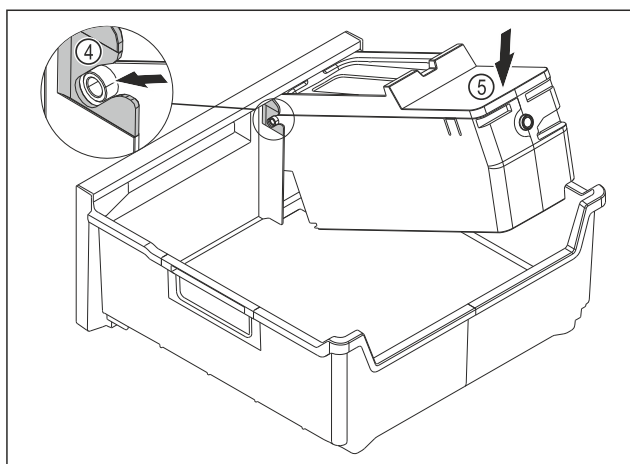

Fig. 170
- Montar el cuerpo del EasyTwist-Ice: Introducir los ejes del cuerpo del EasyTwist-Ice en las guías Fig. 170 (4).
- Presionar el cuerpo del EasyTwist-Ice Fig. 170 (5) hacia abajo por detrás.